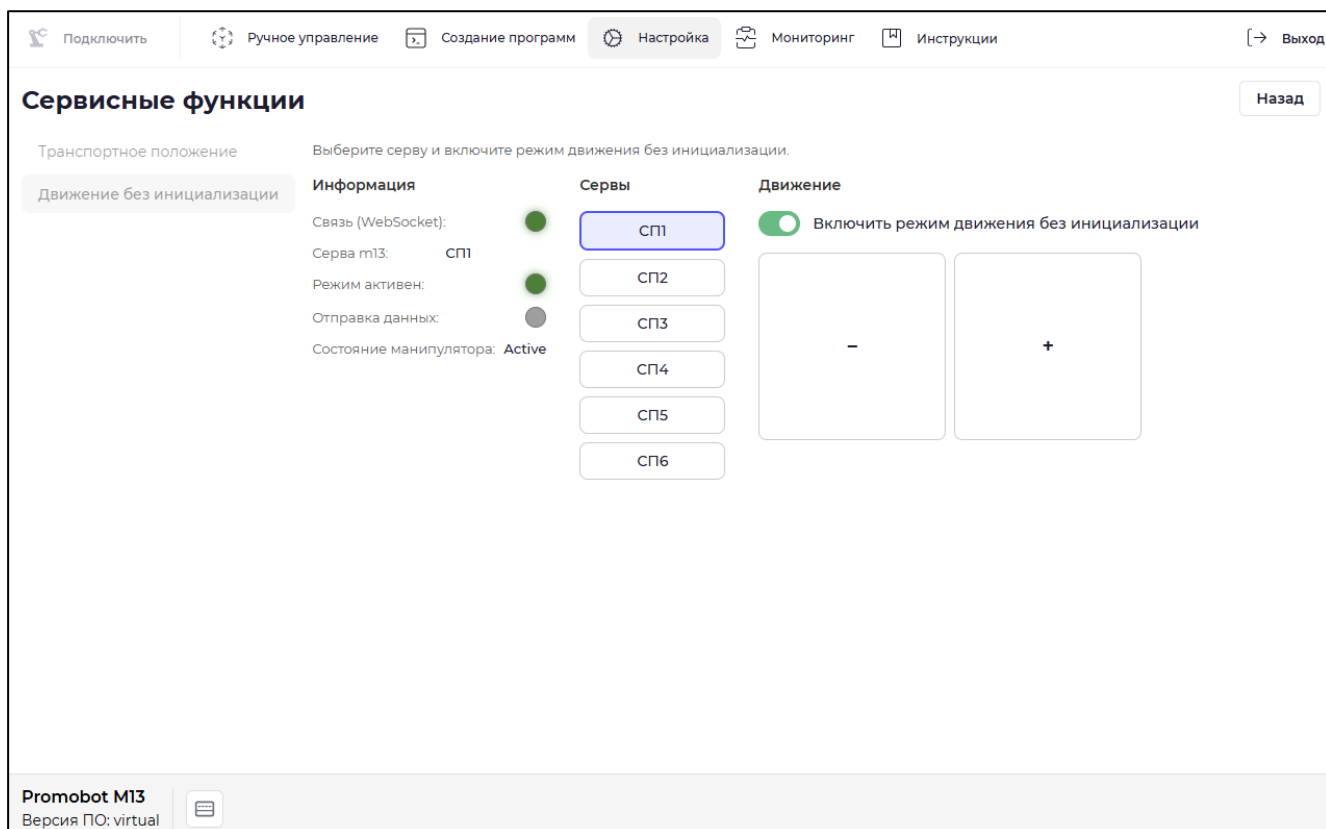

Рисунок II-63 – Включение режима движения без инициализации
- д) выберите СП для движения, активируйте слайдер «Включить режим движения без инициализации» и управляйте движением с помощью кнопок «-» и «+» (см. Рисунок II-63).